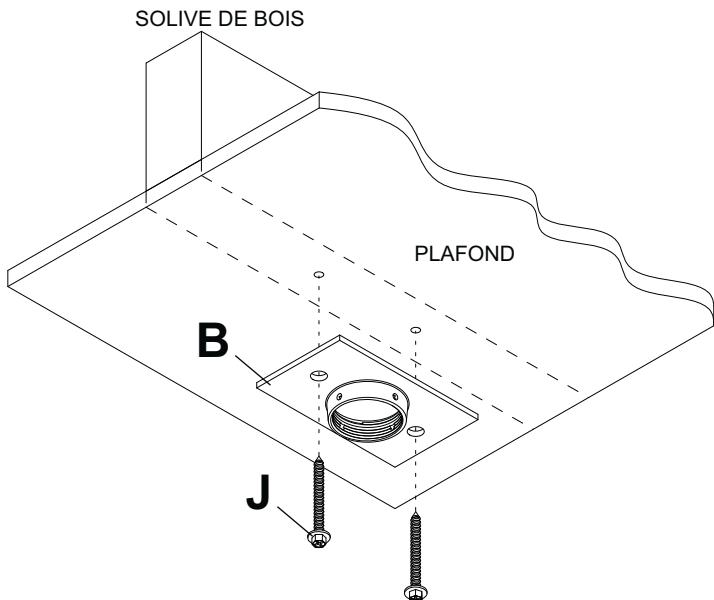

fig. 1.1
- 1** Percez deux trous de 5/32 po (4 mm) de dia. à une profondeur minimale de 2,5 po (64 mm). Fixez la plaque de plafond (**B**) au plafond avec deux vis à bois no 14 x 2.5 po (**J**) à l'aide d'une clé à douille de 3/8 po (10 mm) comme illustré à la figure 1.1.